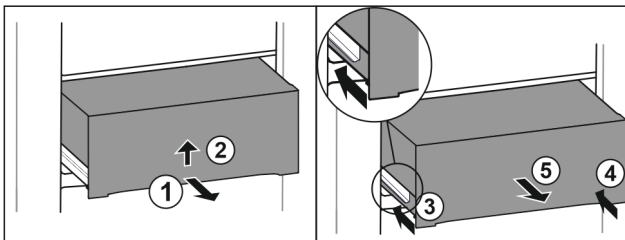

Fig. 56
- ▶ Витягніть ящик на половину. Fig. 56 (1)
- ▶ Підняти висувний ящик за нижній бік. Fig. 56 (2)
- ▶ Вставити ліву рейку. Fig. 56 (3)
- ▶ Вставити праву рейку. Fig. 56 (4)
- ▶ Вийняти висувний ящик рухом вперед. Fig. 56 (5)